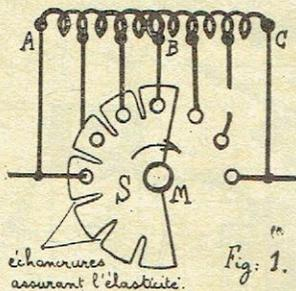

Fig. 1.
On voit, à la figure 1, un dispositif schématique du téléphone le plus simple. L'air, mis en vibration (1), frappe le diaphragme (2) du microphone (3), où des milliards de petits gnomes (les électrons) transforment, d'une façon que nous aurons à expliquer, les sons en modifications correspondantes d'un courant électrique fourni par une batterie quelconque. Les fils de connexion (4) transportent ce courant jusqu'à l'appareil récepteur où ils s'enroulent en bobine autour d'un électro-aimant (5). Les modifications du courant affectent cet électro-aimant, et par lui la plaque vibrante (6) du récepteur. Les vibrations de cette plaque, transmises aux molécules de l'air environnant (7), reprennent leur forme primitive, sous laquelle elles sont rendues perceptibles à l'oreille humaine.
La figure 1 montre un appareil similaire dont la simplicité dispense de longs commentaires :
Dans la position de la figure 1, prise comme exemple, la moitié de l'enroulement est court-circuitée par S. Les nombreux contacteurs du commerce créés depuis et basés sur ce même principe ne sont pas absolument inopérants comme pourraient le faire supposer les mots que nous avons tracés plus haut : *Ce procédé peu efficace, etc...* C'est qu'en effet, on observe en cours de fonctionnement des *résonances accidentelles* dont les courbes sont des plus curieuses, ce qui revient à dire que les caractéristiques du *circuit oscillant d'utilisation* se trouvent d'autant modifiées, perturbant la réception dans un sens ou dans l'autre, mais presque toujours faiblement.
Pour commencer le bobinage qui se fait avec du fil 4/10 sous deux couches coton, percer à 1 cm. du bord du tube, trois groupes de deux trous à 120° l'un de l'autre (fig. 1) et passer le début du fil dans ces trous comme l'indique la figure.